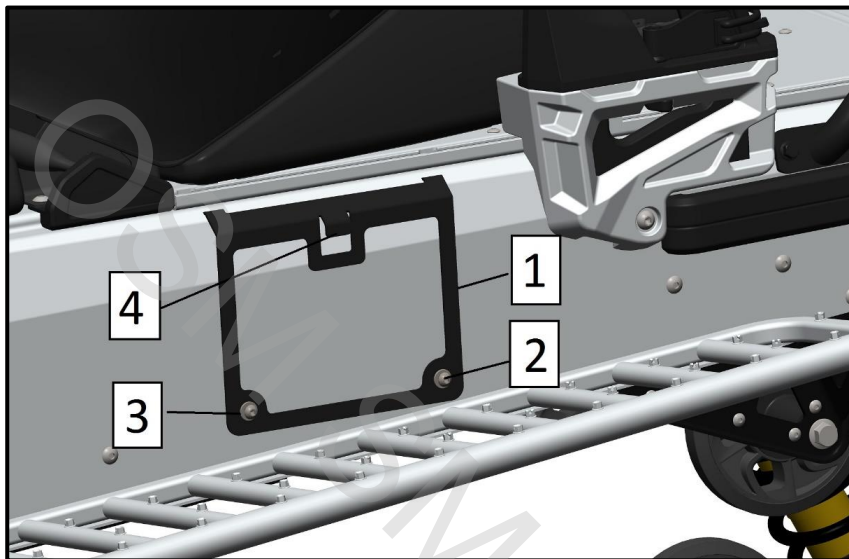

Рис. 44
1. Открутите винты (поз. 2, рис. 44) шестигранником 4 мм и гаечным ключом на 10 мм. С обратной стороны туннеля рамы находятся гайки, фиксирующие данные винты.
2. Извлеките винты, снимите стопорные шайбы (поз. 3, рис. 44) и фиксирующие гайки, снимите рамку регистрационного номера (поз. 1, рис. 44).
4. Заведите регистрационный номер под крюк рамки регистрационного номера (поз. 4, рис. 44).